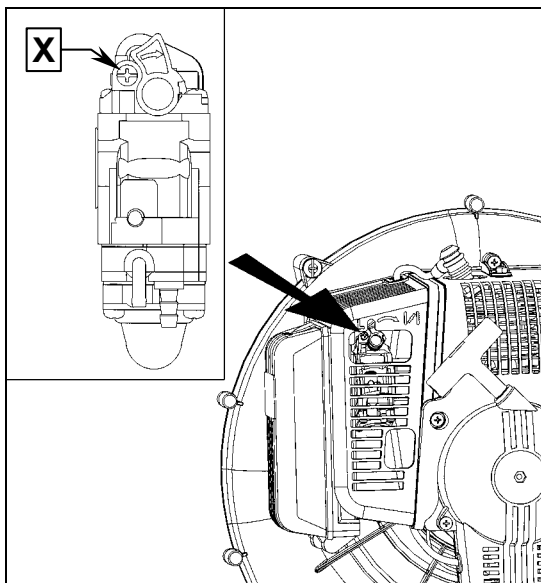

Рис.11 Регулировка холостого хода
- 2 Вращайте винт "X" (Рис.11), и установите обороты холостого хода в пределах 2200/2300 об/мин.